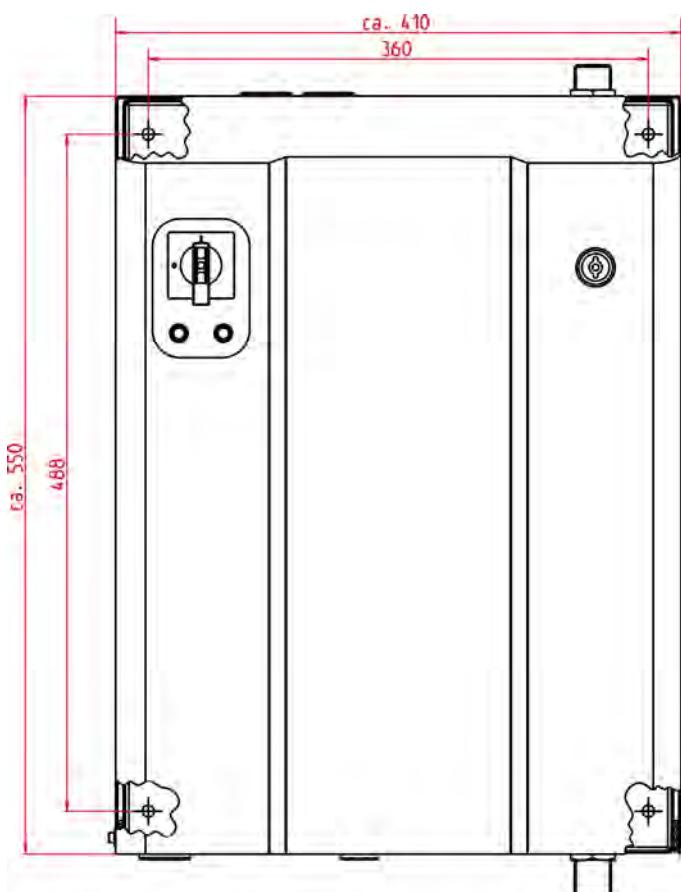

Fig. 3 : Montage mural : Lub-O-Mat Eco
- 2.** Utiliser une règle pliante pour mesurer les dimensions mentionnées ci-dessus (Fig. 3) pour les trous de forage.